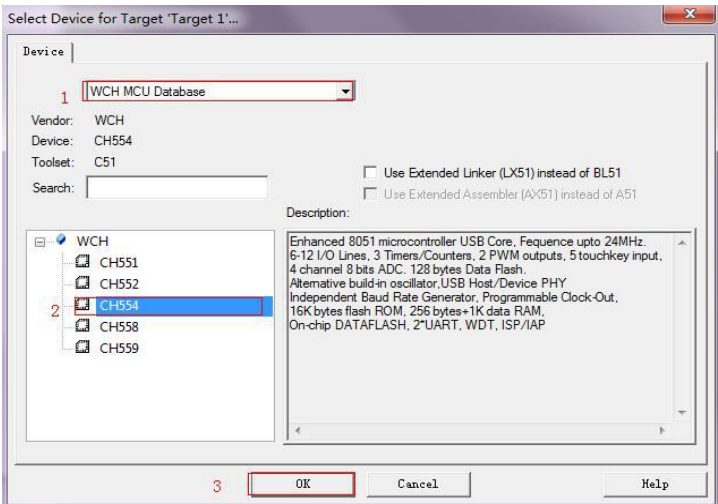
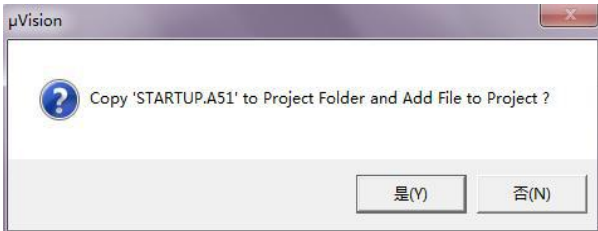

图 4.4
图 4.5
(1) 打开 Keil C51 工具，创建工程项目。按图 4.4 所示 1~3 选择 CH554 芯片。确定后，弹出图 4.5 所示窗口，点击“否”即可。